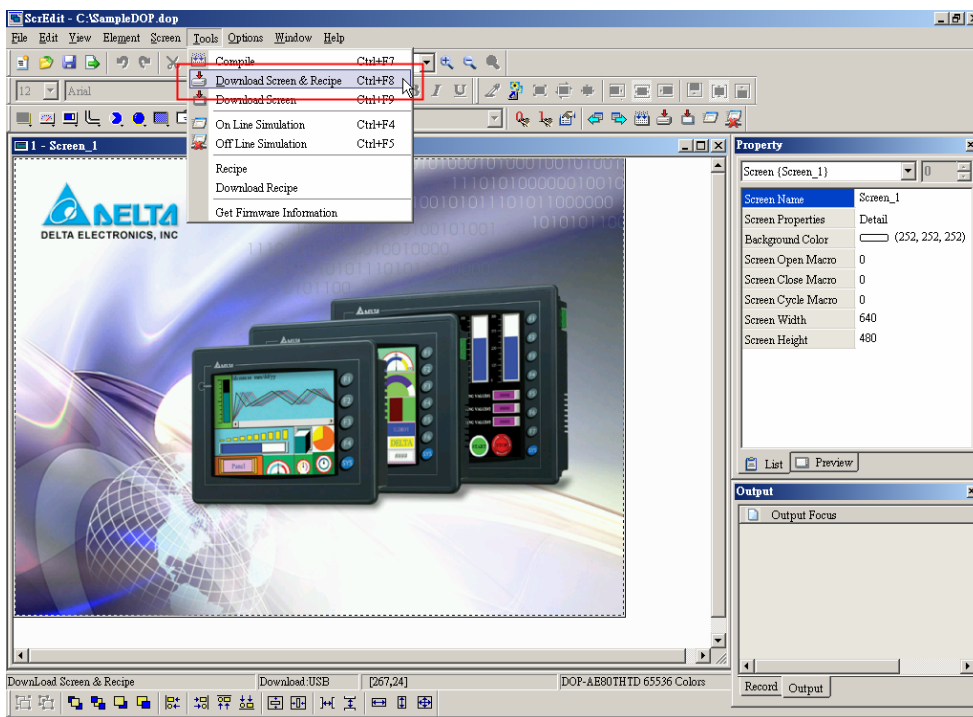
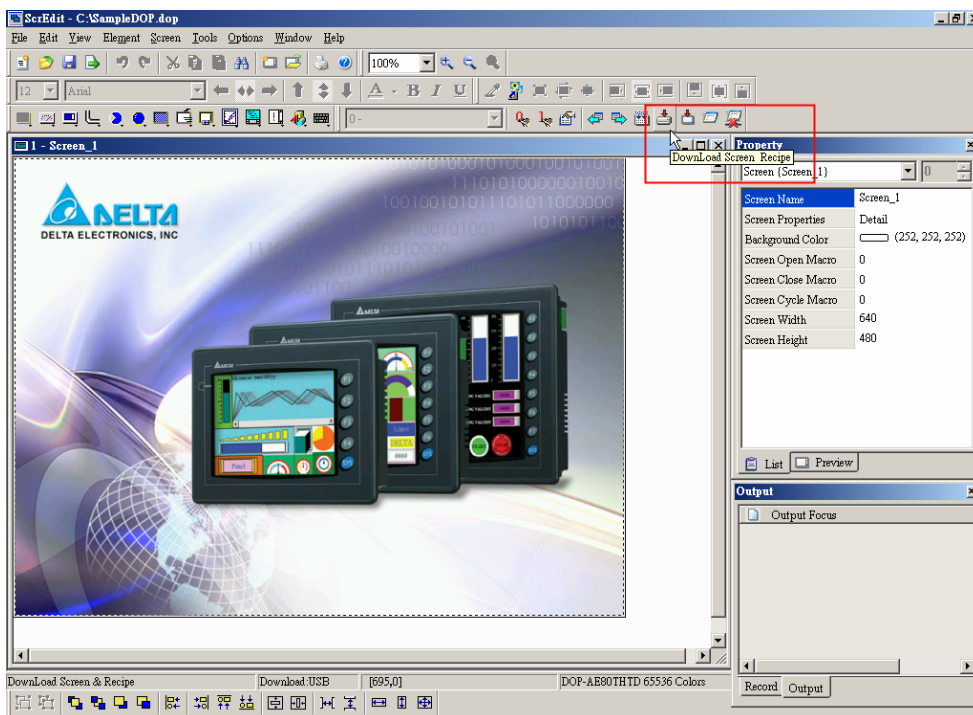

Рис. 2.8.6 Выбор команды "Download Screen & Recipe" в строке меню
Рис. 2.8.7 Выбор команды "Download Screen & Recipe" на панели инструментов
**Screen & Recipe** (Рис. 2.8.6) в строке меню или значок  на панели инструментов (Рис. 2.8.7), или используя горячие клавиши **Ctrl + F8**. Если при этом PC и HMI не соединены между собой, то появится сообщение об ошибке (Рис. 2.8.9 and Рис. 2.8.10). Пользователь может выбрать порт загрузки, выбрав **Options > Configuration** в строке меню. Загрузку можно осуществить по интерфейсам USB или RS-232.